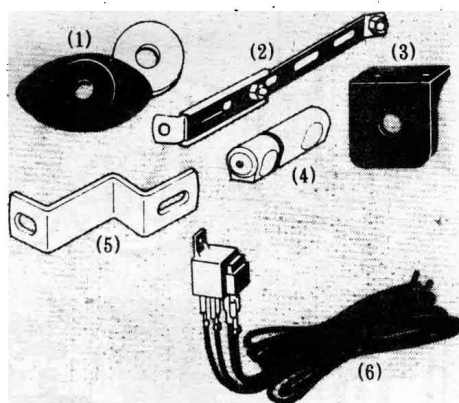

图 1-3
2. 图 1-3 为头灯或雾灯的配件, 包括垫片 (1)、伸缩杆 (2)、固定架 (3)、固定套 (4)、弯架 (5)、电线束及继电器组件 (6)。